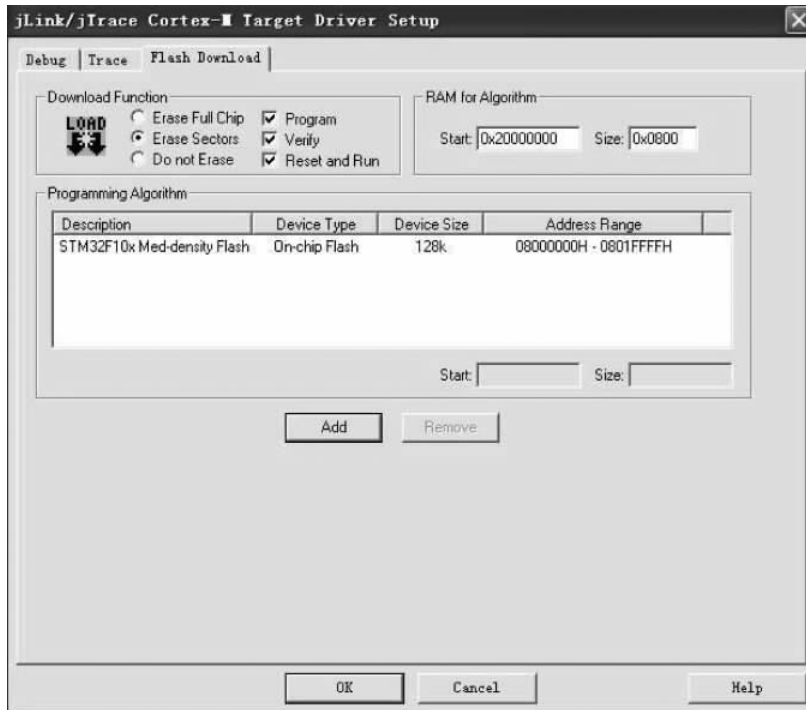

图 3-6 Flash Download 界面
(6) 设定完后再打开 Flash Download 标签设置器件 Flash,如图 3-6 所示。